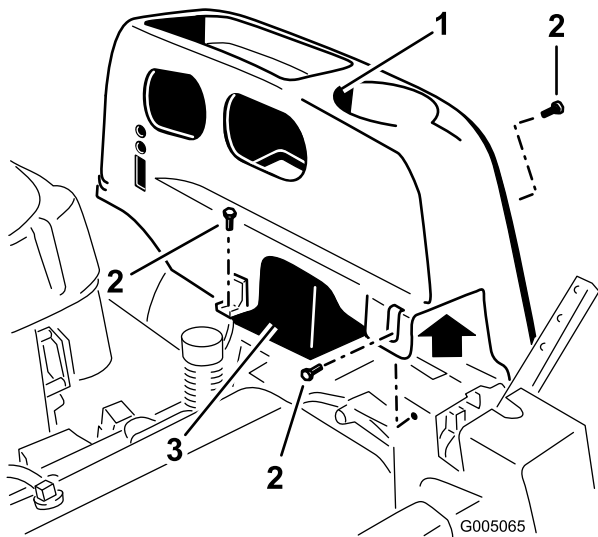

Figura 21
2. Togliete i dispositivi di fermo della testata TORX® (25) che fissano il coperchio sinistro al telaio come illustrato nella Figura 21.